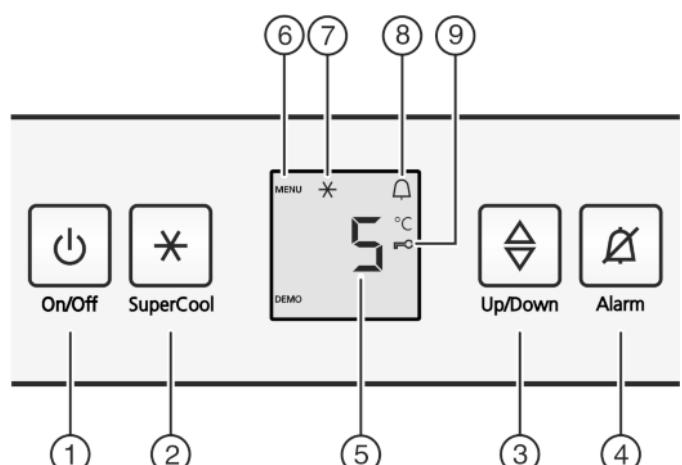

Fig. 2
- Натисніть клавішу On/Off. Fig. 2 (1).
- натисніть кнопку «SuperCool» Fig. 2 (2) і утримуйте її приблизно 5 секунд.
- На індикаторі відображається символ «Меню» Fig. 2 (6).
- Для підтвердження натисніть і відпустіть кнопку «SuperCool» Fig. 2 (2).
- На індикаторі світиться символ «Захист» Fig. 2 (9).
- Натисніть і відпустіть клавішу «On/Off». Fig. 2 (1).
- натисніть сигнальну клавішу Alarm Fig. 2 (4).
- Виклик функції регулювання температури: натисніть кнопку настройки Fig. 2 (3).
- Зміна значення температури на 1 °C: натисніть кнопку настройки Fig. 2 (3), доки на індикаторі температури не висвітиться потрібна температура.
- натисніть і швидко відпустіть клавішу SuperCool Fig. 2 (2).
- Світиться символ SuperCool Fig. 2 (7).
- Вимикається символ SuperCool Fig. 2 (7).